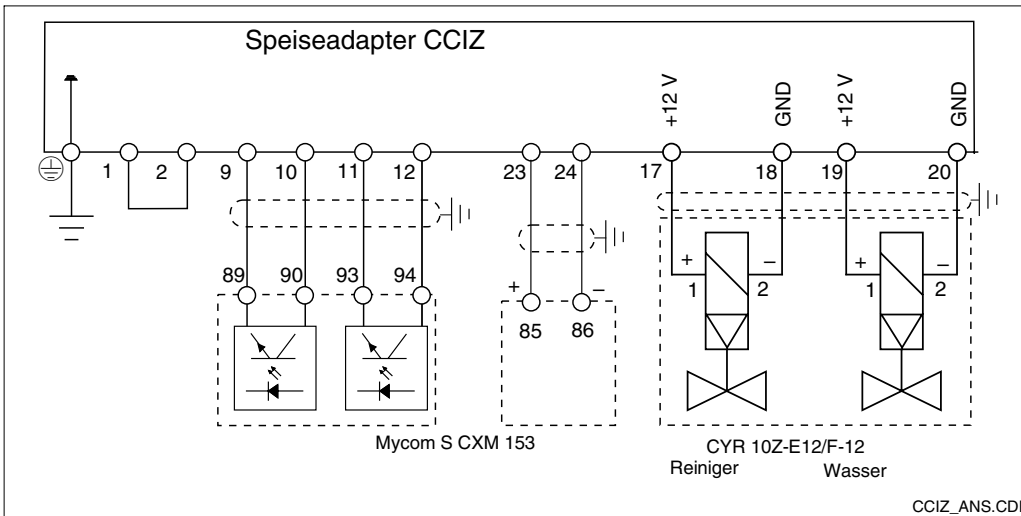
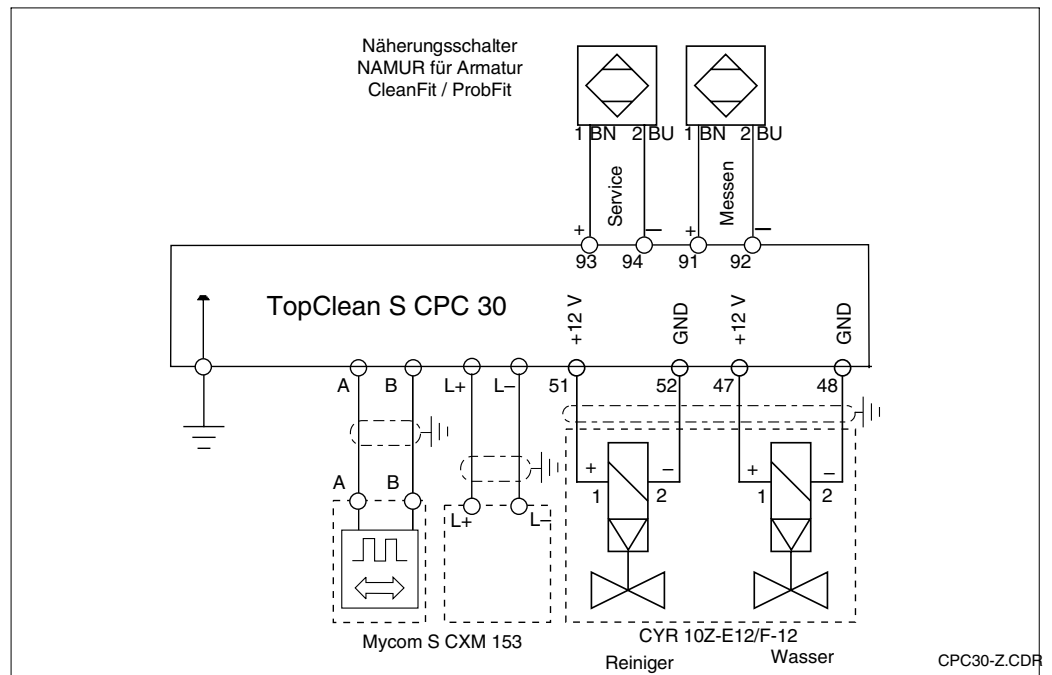

Bild 3.16 Anschluss des ChemoClean CYR 10Z-E12/F12 im Ex-Bereich in Verbindung mit Mycom S und CCIZ
Bild 3.17 Anschluss des ChemoClean CYR 10Z im Ex-Bereich in Verbindung mit Mycom S und CPC 30
- Klemmenanschluss am Speiseadapter CCIZ wie in Bild 3.16 bzw. TopClean S CPC 30 wie in Bild 3.17 vornehmen.